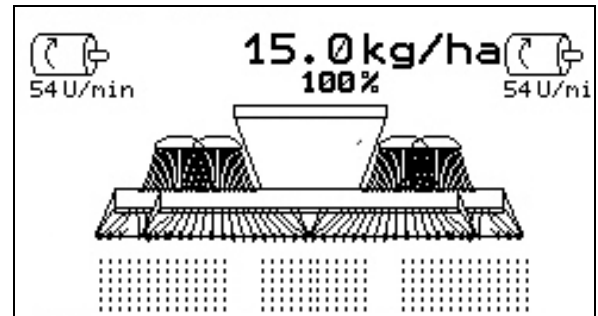

Рис. 52
- Устройство предварительной дозировки обеспечивает подачу посевного материала к сошникам в течение времени действия устройства (Рис. 52).